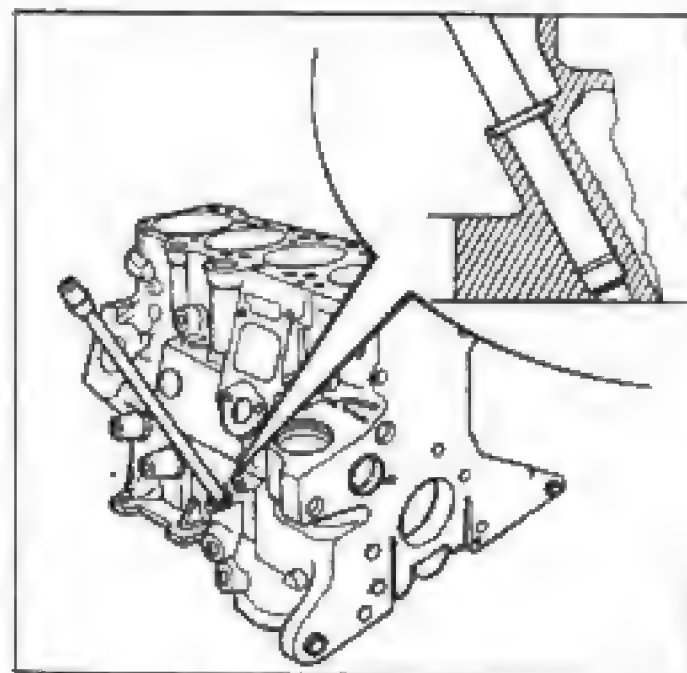

Fig.35-Tubo da vareta de nível do óleo
- Tubo da vareta medidora do nível de óleo também deve ser colocado com adesivo-trava química, observando-se a correta posição (fig.35).